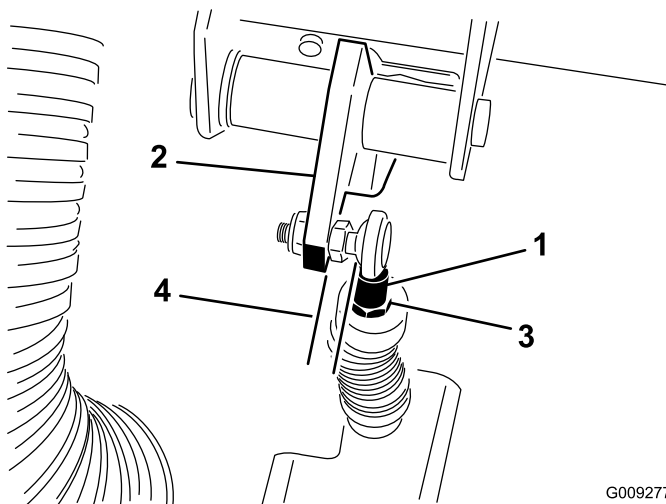

Figura 71
**Importante:** Certifique-se que a extremidade da barra está posicionada firmemente na esfera, sem torcer, e permanece paralela ao pedal de embraiagem depois da porca ter sido apertada (Figura 71).